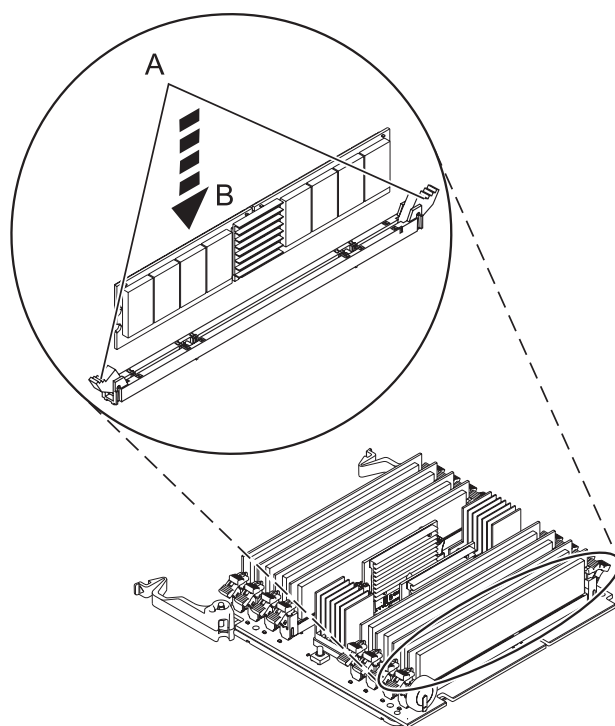

Figura 13. Substitució d'un mòdul de memòria
13. Assegureu-vos que les pestanyes de bloqueig (A) del connector s'han tret fins a la posició d'obert, tal com s'indica a la Figura 13, abans d'instal·lar un nou mòdul de memòria.
14. Agafeu amb compte el mòdul de memòria per la vora (B) i alineu-lo amb el connector.